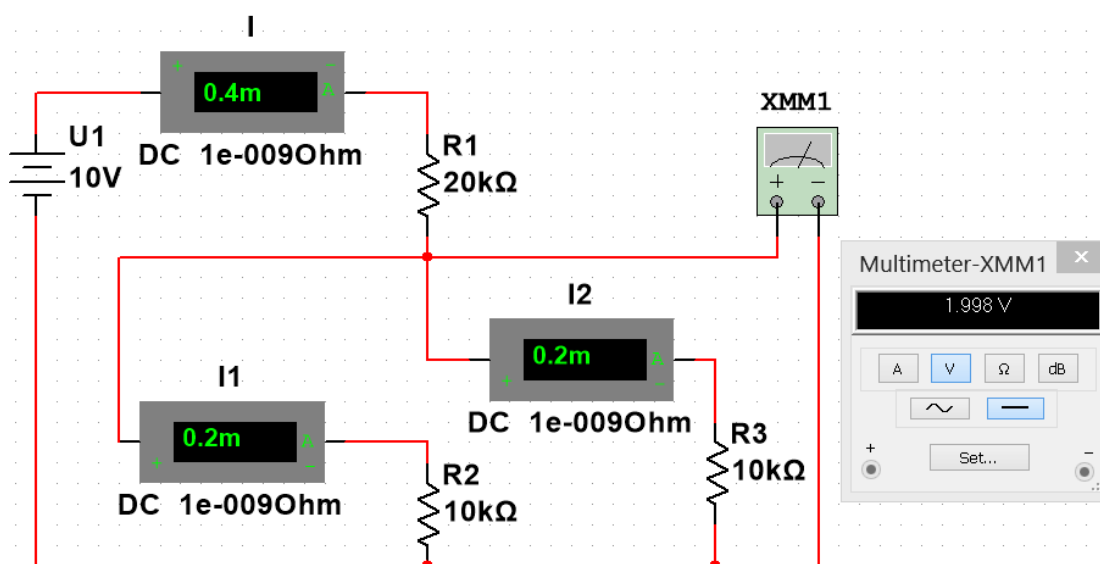

Рисунок 2.4
Зібрати схему (рис. 2.4) з наступними параметрами: $U_1 = 10$ В, $R_1 = 10$ кОм, $R_2 = (N+10)$ кОм, $R_3 = (2 \cdot N)$ кОм, де N – номер варіанта. Виміряти струм I_{R1} і напругу U_{R3} за допомогою амперметра і мультиметра та порівняти їх з розрахунками:
5. Як залежить значення струму I_{R1} від зміни опору резистора $R3$ (рис. 2.4)?
6. Як і чому змінюється амплітуда напруги на резисторі $R3$ при зміні його опору (рис. 2.4)?